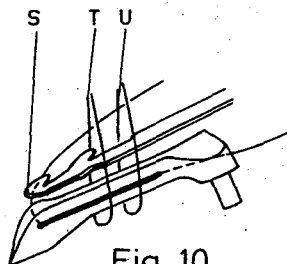
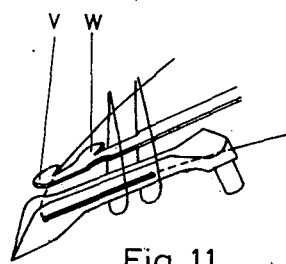

Fig. 10
Fig. 11
7. The setting of the lower knife tip as described in item 6 is a basic adjustment. It must be rechecked according to Fig. 10 and Fig. 11. The lower knife must pass through the needle thread loops (T and U, Fig. 10) and deflect the looper thread at edge (S). As the lower knife swings back, the looper thread must be caught by cutting edge (V, Fig. 11) and the needle threads by cutting edge (W, Fig. 11) and drawn back to the upper knife.
7. Die Einstellung der Untermesserspitze nach Punkt 6 ist eine Grundeinstellung. Sie muß entsprechend Fig. 10 und Fig. 11 überprüft werden. Das Untermesser muß durch die Nadelfadenschleifen (T und U, Fig. 10) hindurchgehen und an der Kante (S) den Greifferrücken ablenken. Beim Zurückschwenken des Untermessers müssen der Greifferrücken von der Schneide (V, Fig. 11) und die Nadelfäden von der Schneide (W, Fig. 11) zum Obermesser gezogen werden.